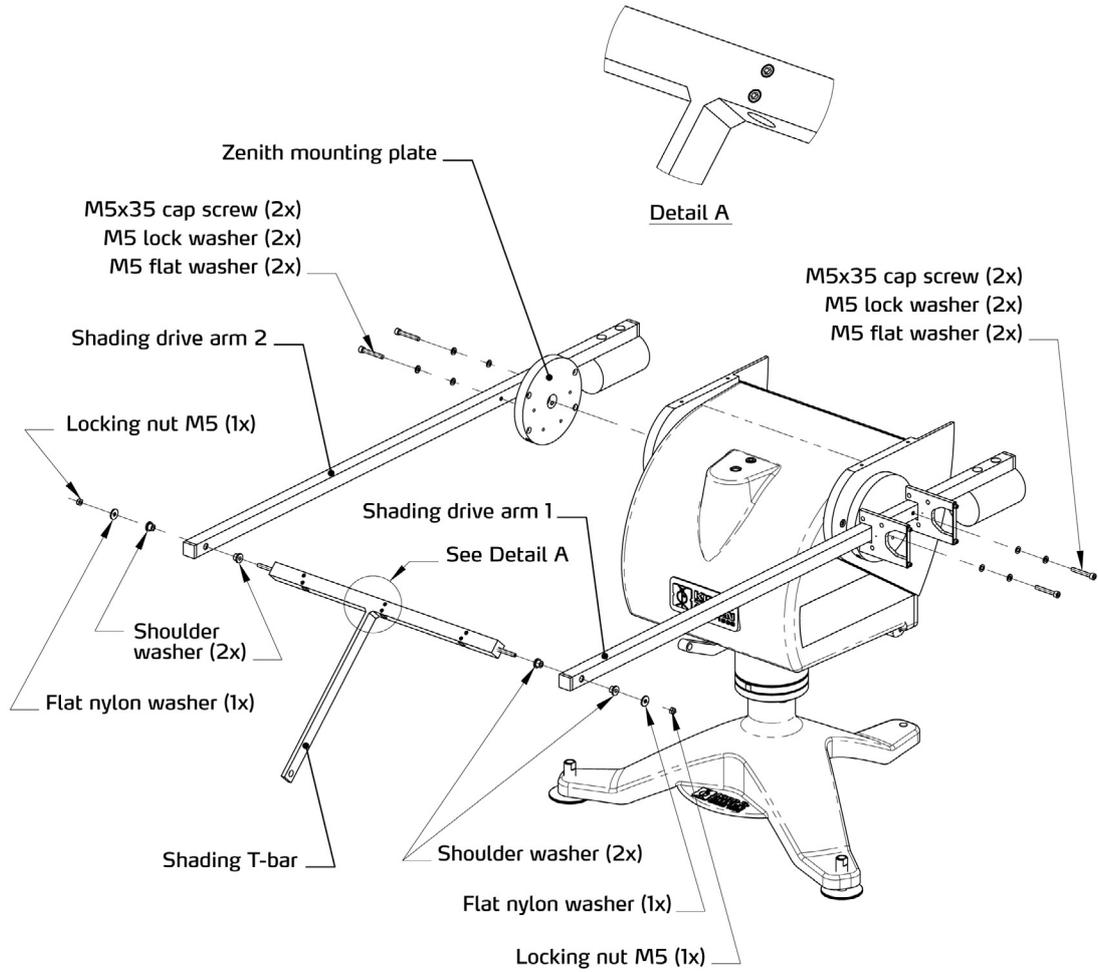

Figura 4.7: Montaje de los brazos de accionamiento de sombreado
- Fijar ambos Brazos de guiado de la unidad de sombreado con los tornillos designados. Asegurarse de que los contrapesos están boca abajo. No apretar completamente los tornillos todavía, puede ser necesario realizar algún movimiento para instalar la barra T, ver figura 4.7
- Instalar el otro extremo del Brazo de accionamiento de sombra en la Barra pivote de sombra con las arandelas de nylon y la tuerca de bloqueo que se muestra en la figura 4.7. Apretar solo la tuerca de bloqueo para que la holgura sea mínima, asegurar el movimiento de rotación libre.